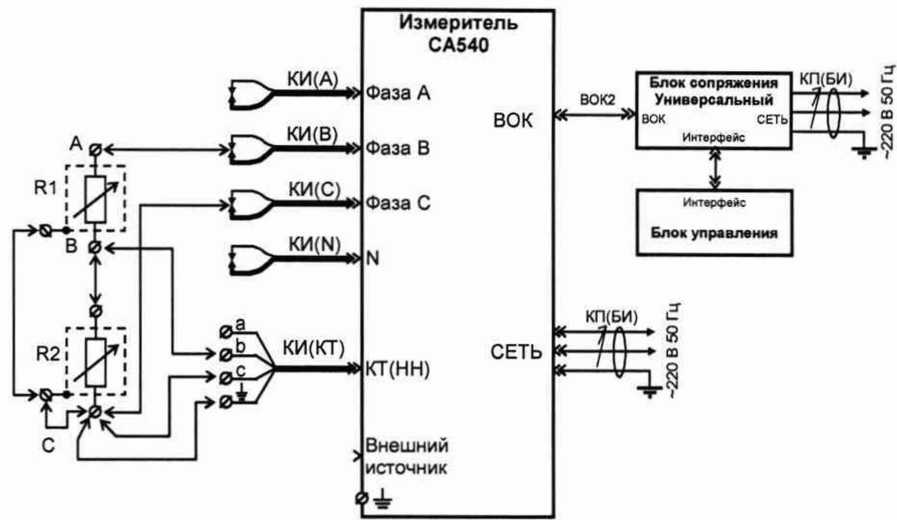

Рисунок 27
8.12.35 Подключите вывод "в" кабеля КИ(КТ) к точке "С" делителя, а вывод "с" кабеля КИ(КТ) – к точке "В" (рисунок 27).